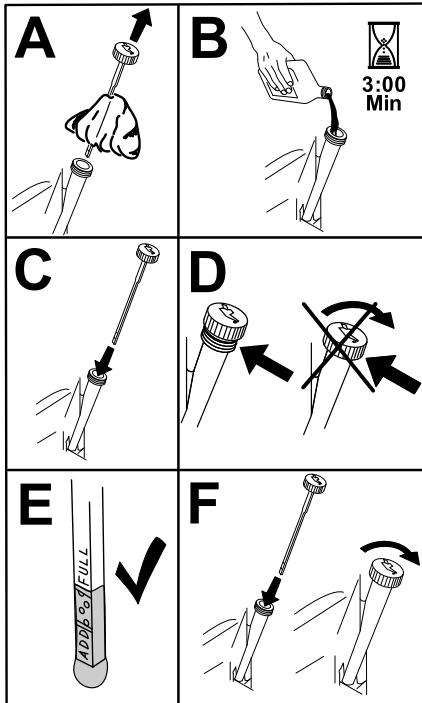

Figura 35
8. Versate lentamente circa l'80% dell'olio indicato nel tubo di rifornimento e sempre con cautela rabboccate l'olio necessario per portarlo alla tacca di **Pieno** (Figura 35).